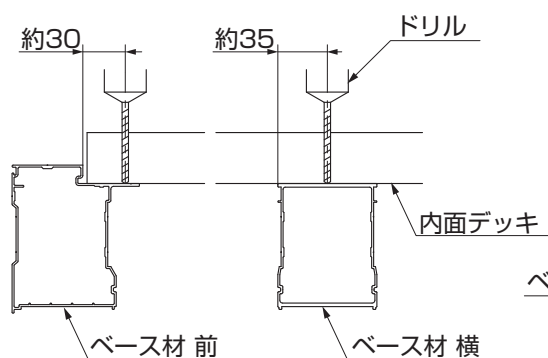
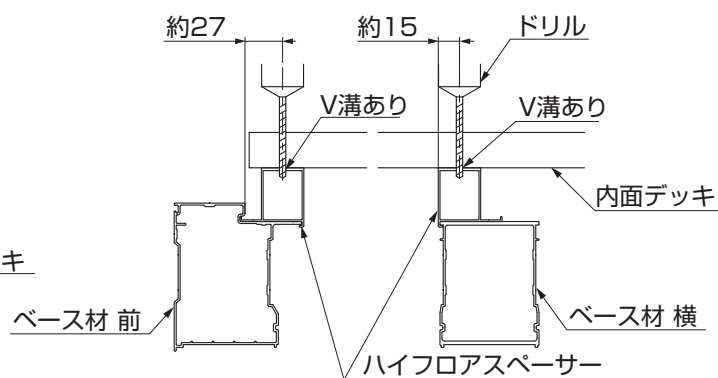

図1-5 樹ら楽ステージの場合
図1-6 ハイフロアの場合
④ベース材前、ベース材横の位置にあわせて、内面デッキに下穴をあけてください。(表1-2、図1-5、図1-6参照)